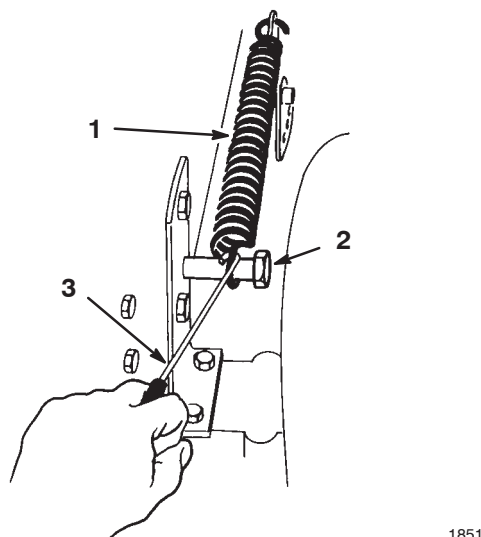

Bild 46
15. Nehmen Sie die hubgestützte Feder zwischen der Hubhalterung rechts am Mähwerk und die Befestigungsschraube ab (Bild 46).